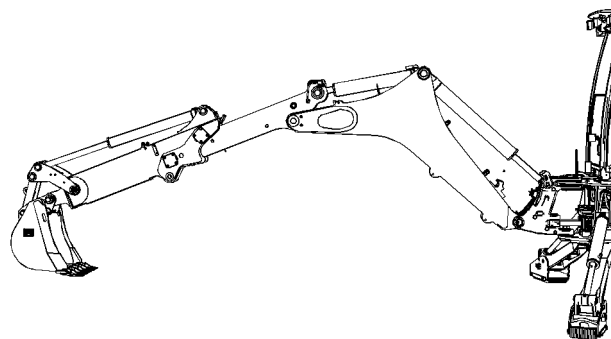

Ilustración 248
1. Coloque la máquina. Consulte la ilustración 248.